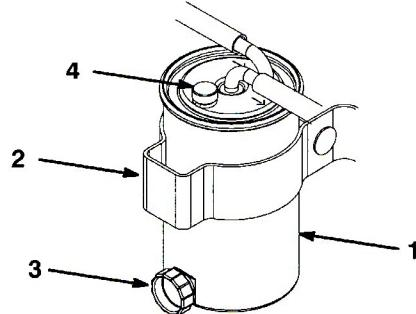

図48
- フィルタ・キャニスタを取り付けている周辺をウェスできれいにぬぐう(図48)。
- フィルタのドレン・プラグとブリーザ・バルブを開く(図48)。